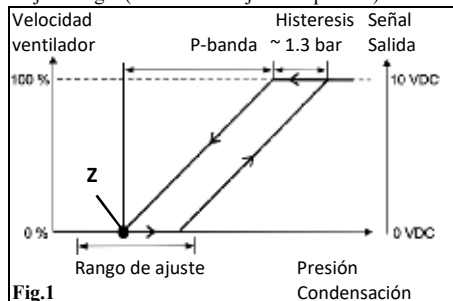

Fig.1
- El valor de presión es ajustable dentro del rango de ajuste Fig.1 (Z = Valor de ajuste de presión).